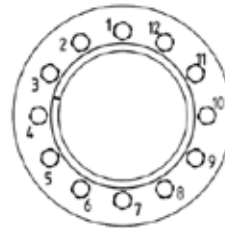

Fig. 5.10.5
- apretar mediante llave dinamométrica – equilibrada a un valor aproximadamente superior del 5% en comparación a lo prescrito en el cuadro 5.10.1 – los tornillos de la unidad de bloqueo gradual y uniformemente, con secuencia continua (no en cruz) ver fig. 5.10.5 y en más fases (aprox. 1/4 rotación cada vez) hasta cuando una rotación de 1/4 no es más posible;